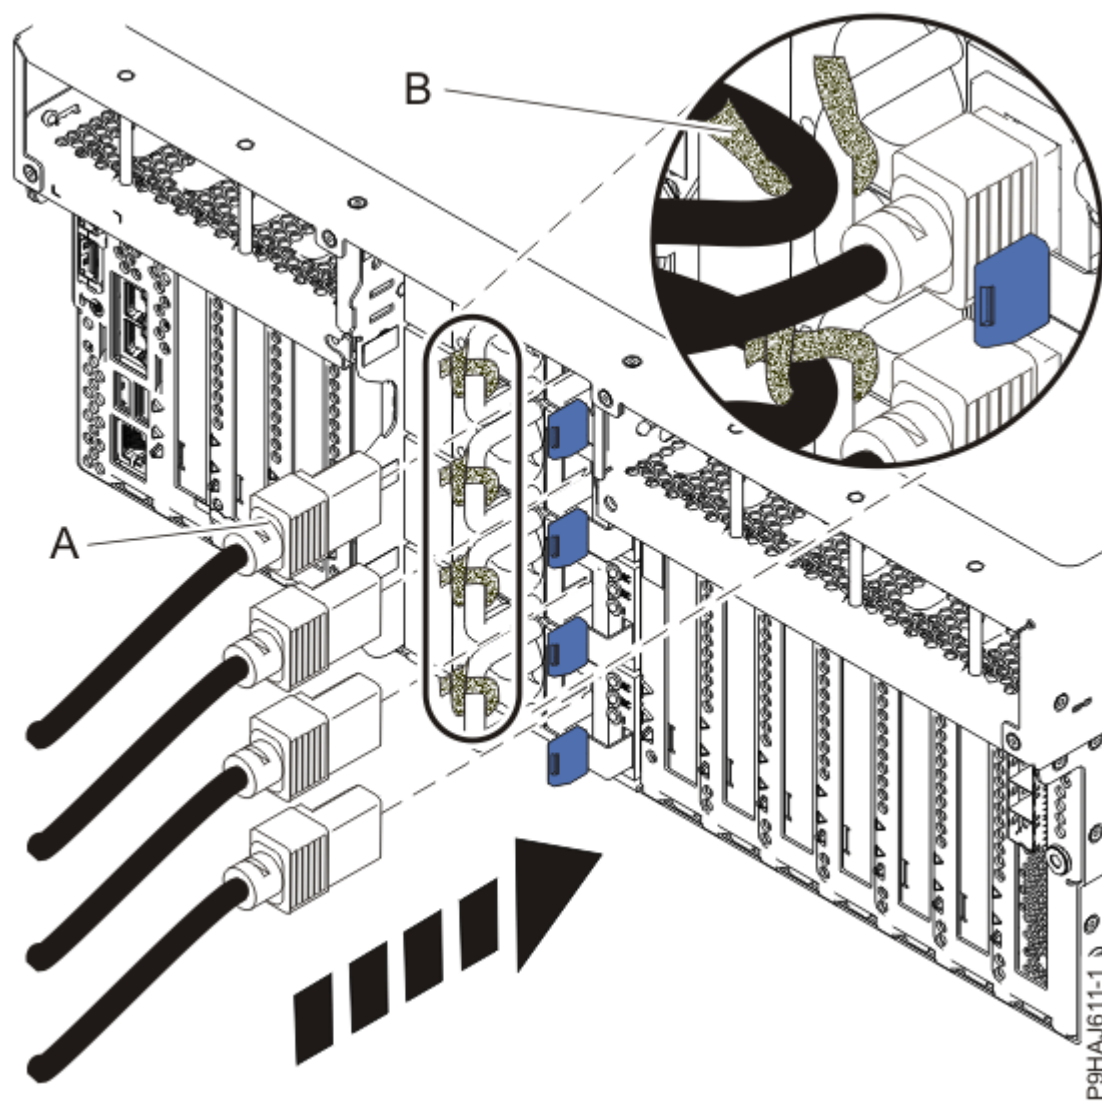
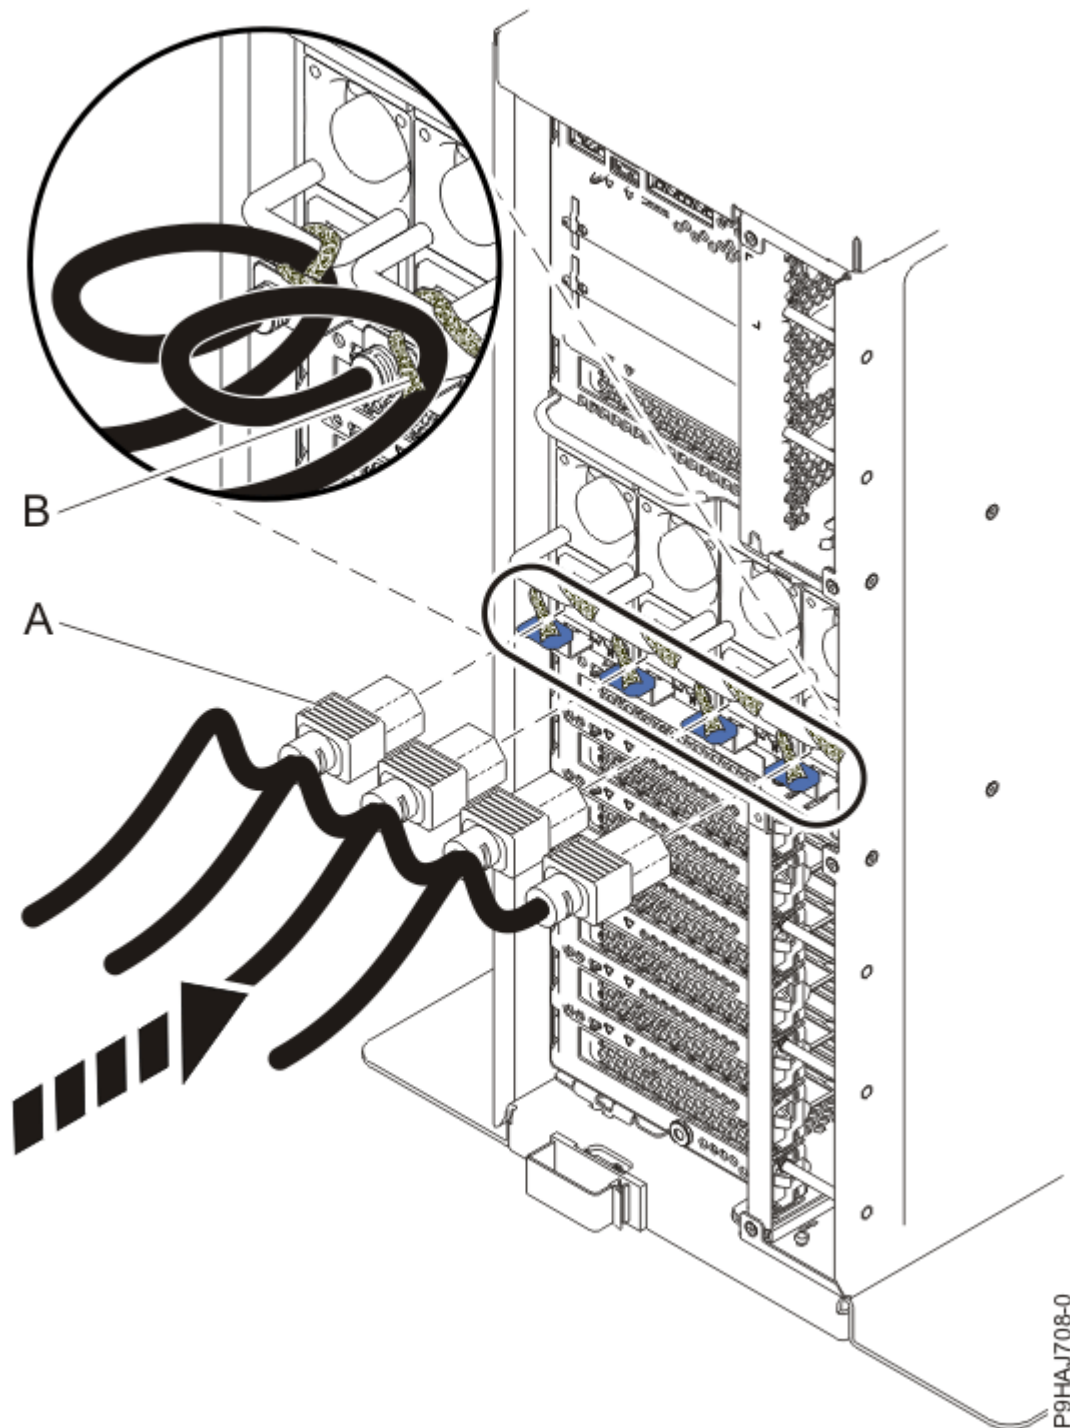

Figura 32. Conexión de los cables de alimentación a un sistema montado en bastidor
Figura 33. Conexión de los cables de alimentación a un sistema autónomo
4. Mediante las etiquetas, vuelva a conectar los cables de alimentación **(A)** a la unidad del sistema. Sujete los cables de alimentación **(A)** al sistema utilizando los mecanismos de sujeción **(B)** tal como se muestra en la Figura 32 en la página 34 o Figura 33 en la página 35.